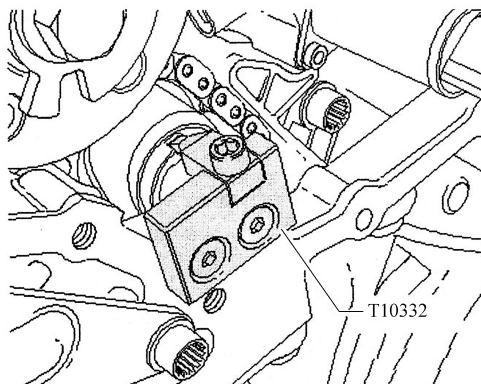

图 1-10 固定高压泵驱动链轮
4) 高压泵驱动链轮的位置用调整工具 T10032 固定，如图 1-10 所示。